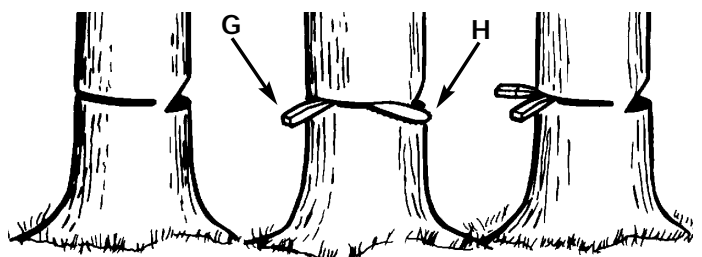

Fig. 10
1. Utiliser des cales de bois ou plastique (G) pour empêcher la chaîne ou le guide-chaîne (H) de se coincer dans le trait d'abattage. Les cales contrôlent aussi la chute (Fig. 10).